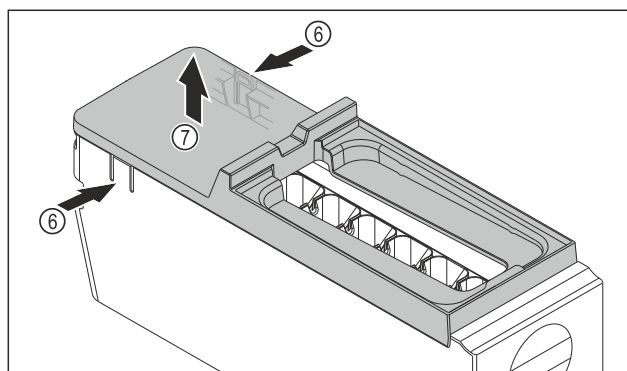

Fig. 97
- ▶ Vyjmutí krytu korpusu EasyTwist-Ice: Lamely Fig. 97 (6) na obou stranách korpusu EasyTwist-Ice stlačte jednou rukou.
- ▶ Kryt Fig. 97 (7) vyjměte druhou rukou nahoru.